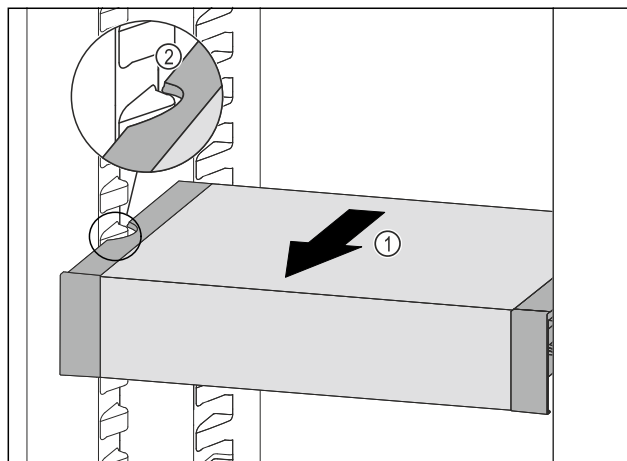

Fig. 182
- Tërhiqni VarioSafe për nga përpara Fig. 182 (1), derisa foletë anësore të VarioSafe të jenë në lartësinë e brinjëve të kutisë në pjesën e ftohjes. Fig. 182 (2)